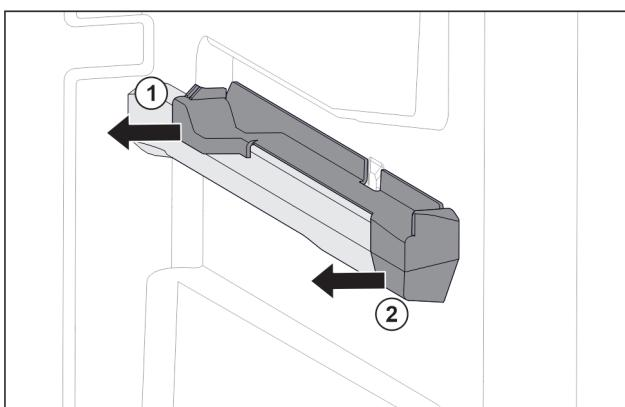

Fig. 82 Наставка върху дясното ребро на съда
- Изтеглете наставката отзад настрани. Fig. 82 (1)
- Изтеглете наставката отпред настрани. Fig. 82 (2)